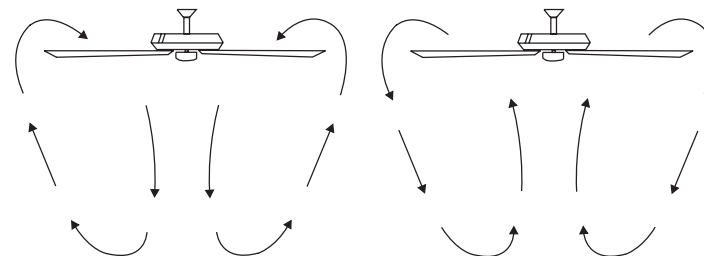

Fig. 23
**Opération temps chaud :** En avant (dans le sens inverse des aiguilles d'une montre). Un flux d'air descendant crée un effet de refroidissement (Fig.23). Cela vous permet de régler votre climatiseur sur un réglage plus chaud sans affecter votre confort général.